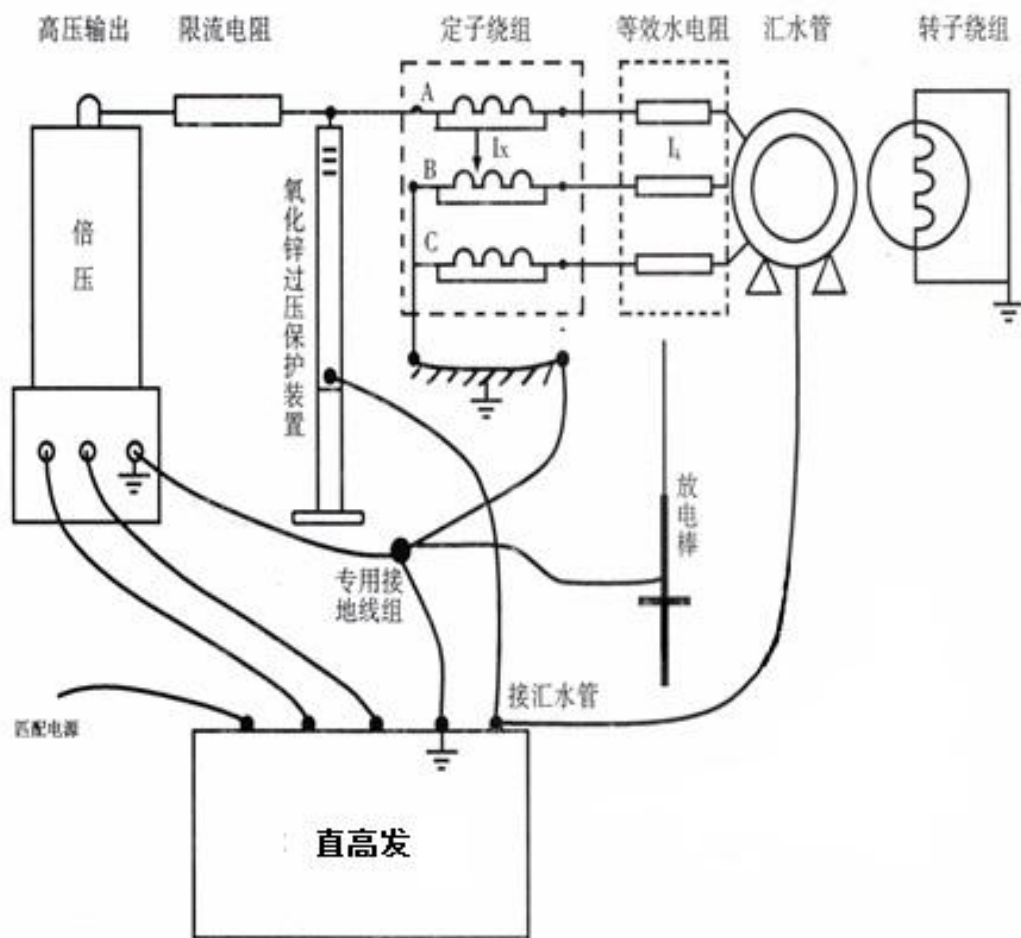

图 6 试验回路接线图
5.1.2 将操作箱、倍压筒放置到合适位置按照图 6 分别联接好电源线、联接电缆和接地线，并将外附氧化锌过压保护装置和限流电阻联接好。保护接地线和工作接地线及放电棒的接地线均应单独接到发电机机壳接地线上（即一点接地）。严禁各接地线相互串联。为此，应使用 ZGS 专用接地线（见图 6）。氧化锌过压保护装置接线应选择适当抽头，使之在所需试验电压时电流 $\leq 1\text{mA}$ ，而过压后电流会迅速上升从而起到过压保护作用。
5.3.1 在进行 5.1-5.2 检查试验确认试验器无异常情况，即可开始进行直流泄漏及直流耐压试验。按照图 6 将试验回路联接好。检查无误后即打开电源。